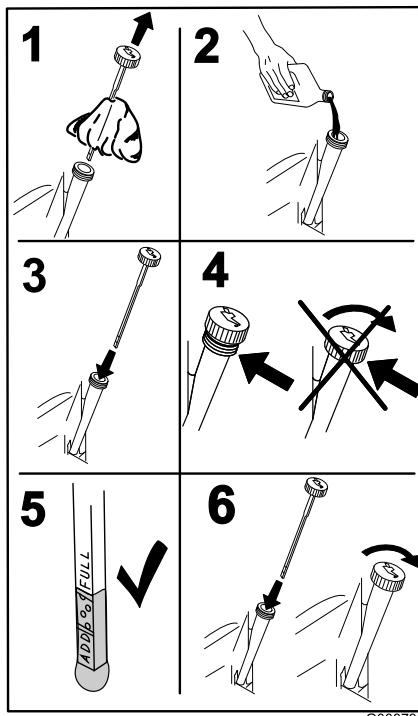

Figure 52
5. Versez lentement environ 80% de l'huile spécifiée dans le tube de remplissage puis faites l'appoint lentement jusqu'à ce que le niveau atteigne le repère du plein (**Full**) (Figure 52).